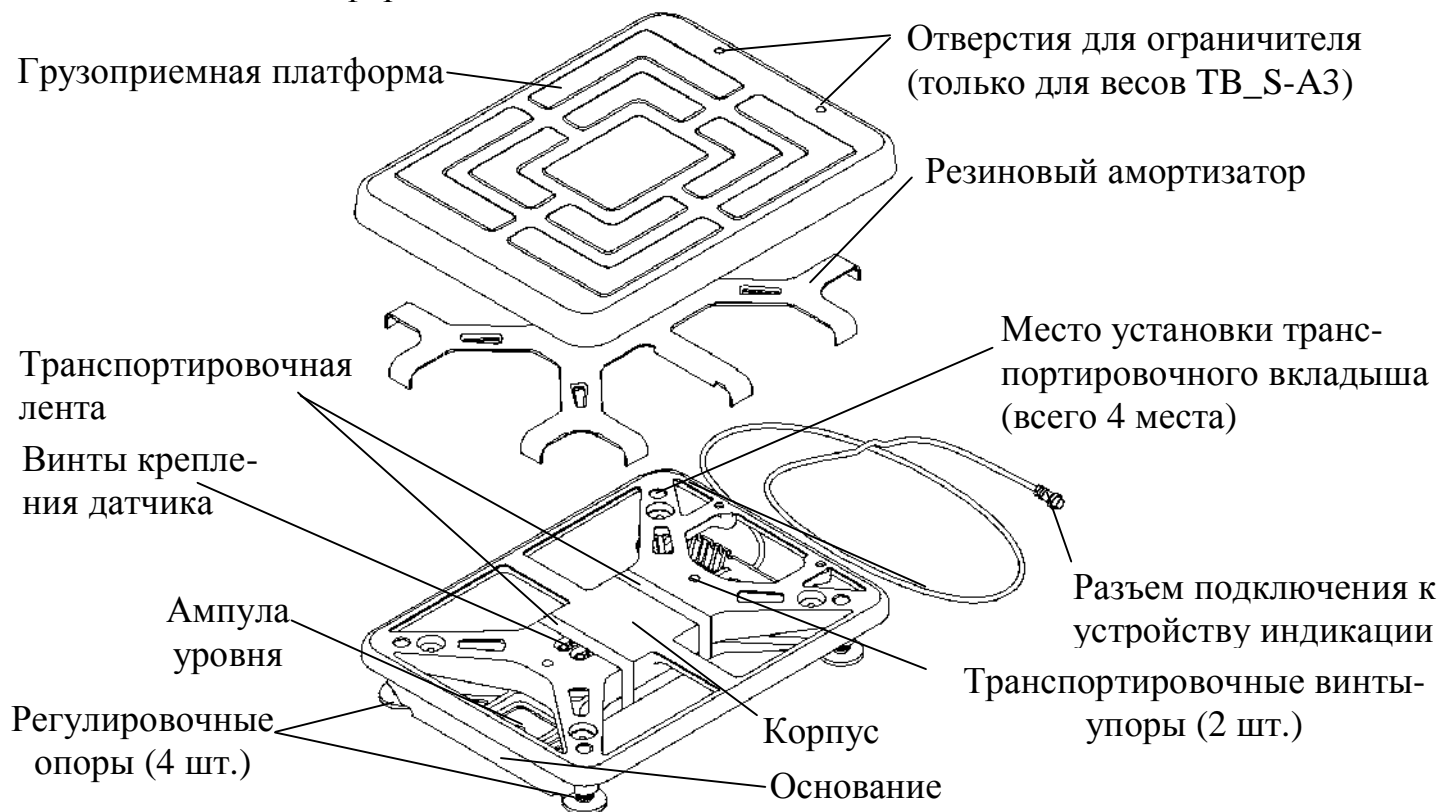

Рисунок 5.2 - Весовая платформа ТВ-S\_A
6.1.4 В весовой платформе ТВ-S\_A (рисунок 5.2) срезать и удалить транспортировочную ленту и вывернуть два транспортировочных винта-упора, вращая их только против часовой стрелки.